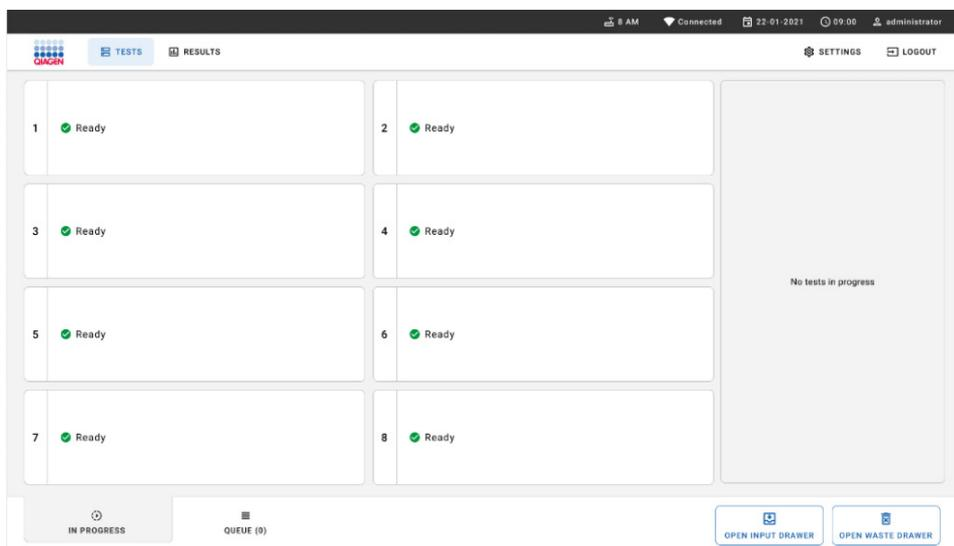

Figure 53. Écran de test principal.
1. Appuyez sur le bouton **OPEN WASTE DRAWER** (OUVRIR LE TIROIR À DÉCHETS) dans le coin inférieur droit de l'écran principal de test (figure 53).
3. Fermez le tiroir à déchets après avoir retiré les cartouches. Le système analyse le plateau et revient à l'écran principal (figure 53). Si le plateau a été retiré à des fins de maintenance, assurez-vous qu'il est correctement inséré avant de fermer le tiroir.
4. Appuyez sur le bouton **OPEN INPUT DRAWER** (OUVRIR LE TIROIR D'ENTRÉE) dans le coin inférieur droit de l'écran (figure 53).